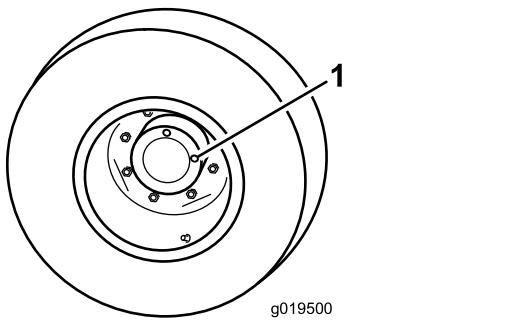

Рисунок 66
- Поставив машину на ровную поверхность, расположите колесо так, чтобы одна контрольная пробка (Рисунок 66) находилась в положении «12 часов», а вторая в положении «3 часа».
- Снимите пробку, находящуюся в положении «3 часа» (Рисунок 66).